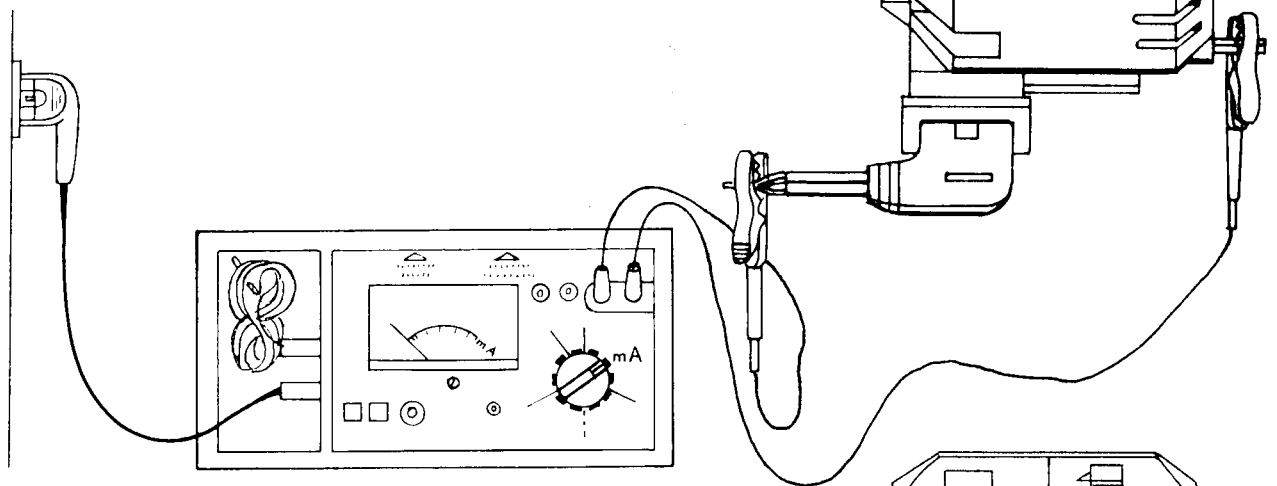

Fig. 61
- Bei PFAFF Motoren der 1025 und 1027 den Hilfswinkelstecker Best. Nr. 29 924 800-04 anbringen und die Mutter Best. Nr. 92 320 068-05 anschrauben. Die zwei Kabel wie in Abb. 61 anbringen.
- Zwei Kabel rechts in Metratester einstecken (siehe Abb. 61).
- On motors of Pfaff 1025 and 1027 machines apply auxiliary angular plug No. 29 924 800-04 and screw on nut No. 92 320 068-05. Connect the two wires as shown in Fig. 61.
- Insert the two wires on the right-hand side of the Metratester (Fig. 61).
- Sur les moteurs des Pfaff 1025 et 1027, monter la fiche coudée auxiliaire, réf. 29924 800-04, et visser l'écrou, réf. 92320 068. Fixer les deux câbles selon fig. 61.
- Placer les deux câbles de mesure à droite dans le Metratester, selon fig. 61.